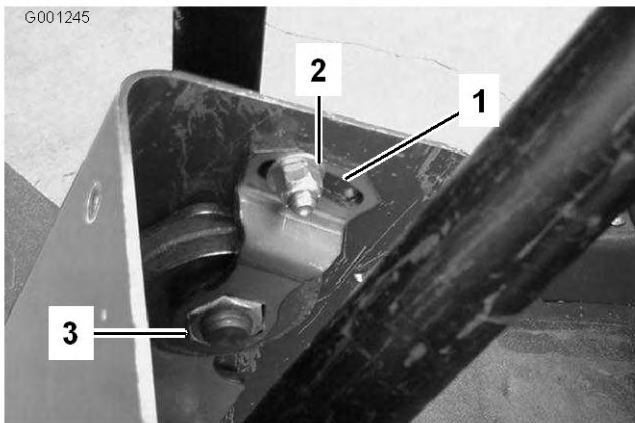

図 70
2. カバーを上スライドさせてピボット・ブラケットを露出させる (図 70)。
3. 小さいナットをゆるめ、大きいナットが締まるまでピボット・ブラケットを回す (図 70)。